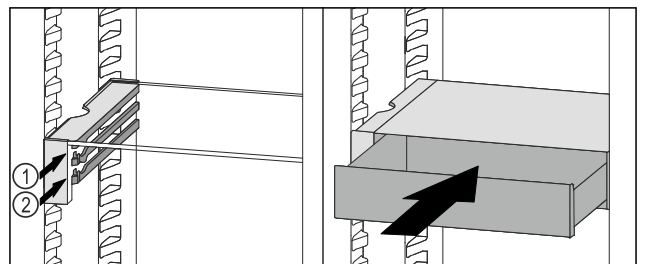

Fig. 112
- ▶ Coloque el cajón VarioSafe en la nervadura deseada Fig. 112 (1) o Fig. 112 (2) detrás de los topes.